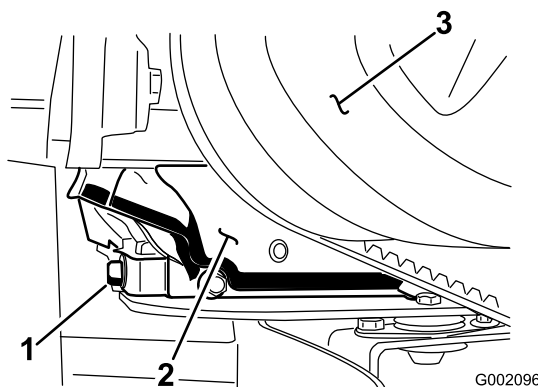

Figura 30
6. Retire o tampão de escoamento (Figura 30).